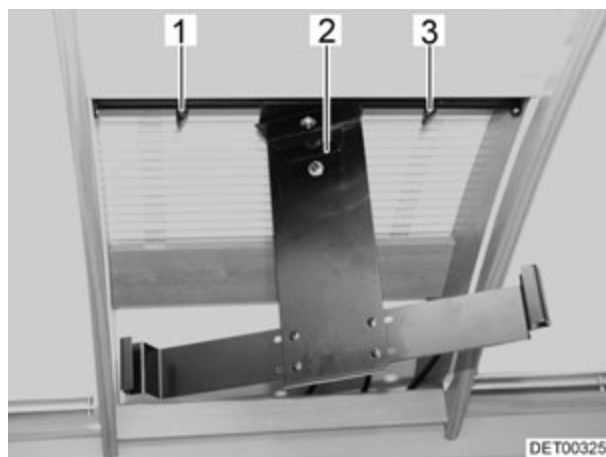

Fig. 68 Armario de cierre corredizo con soporte de la pantalla (sin pantalla plana montada)
- Soltar los tornillos de sujeción (Fig. 68,1) en el lado trasero del soporte de la pantalla. Con esto, se desbloquea el soporte de la pantalla (Fig. 68,2).
- Sostener la pantalla plana en esta posición y apretar los tornillos de sujeción (Fig. 68,1).